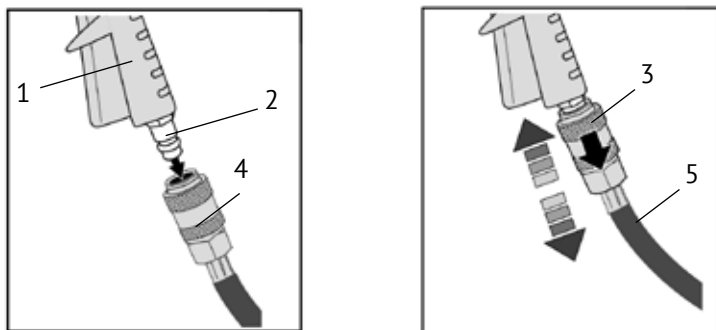

рис.2
- подсоединение/отсоединение пневмопистолета (другого пневмоинструмента, переходников) быстроразъёмным соединением пневмошланга компрессора показана на рис.2
Штуцер (рис.2 поз.2) вставляется в адаптер (рис.2 поз.4) до фиксации (со щелчком), для отсоединения пистолета (рис.2 поз.1) кольцо разъёма (рис.2 поз.3) сдвинуть (по стрелке) и вынуть штуцер пистолета из адаптера.